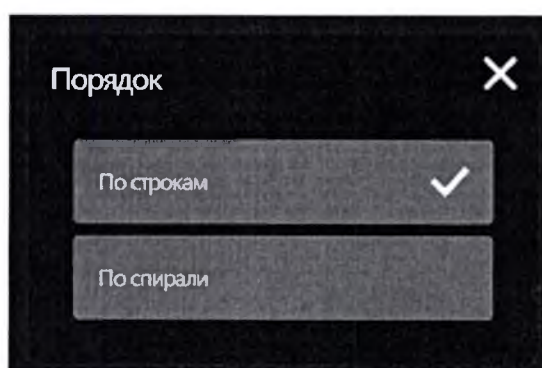

Рис. 3.59 – Выбор способа заполнения формы сканирования
3.7.7.8 При выборе пункта меню – «Порядок» открывается Пункт меню - «Порядок» определяет способ заполнения манипулятором-сканером формы (рис. 3.59), указанной в п. 3.7.7.7, заполнение выполняется: